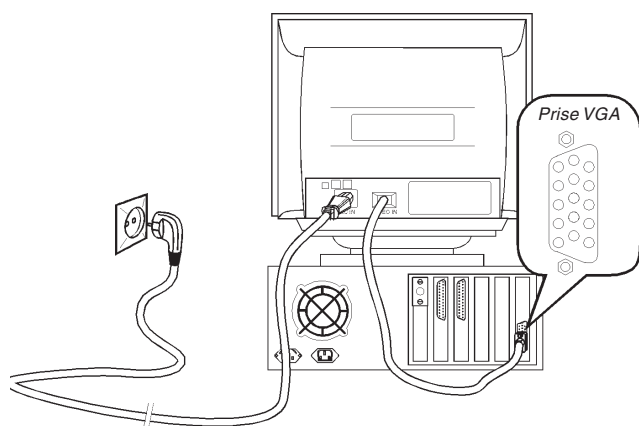

Figure 2. Raccordement du moniteur au PC
2. Comme illustré en figure 2, connectez le câble VGA à l'ordinateur et le câble d'alimentation à une prise électrique murale avec mise à la terre.